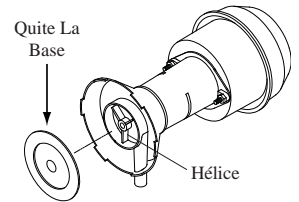

Fig. 7
- **Limpie la bomba.** Es necesario limpiar la bomba una vez al principio de cada año. Por su propia seguridad, apague la unidad y desconéctela de la electricidad. Quite el sujetador de plástico de la montura y quite la bomba, deslizándola hacia usted. Quite la base de la bomba (véase fig. 7). Limpie la bomba. Dé la vuelta a la hélice para verificar que se mueve libremente. Quite el pico de la bomba y vea si está obstruido. Después de limpiar, reinstale la base en la bomba. Presione firmemente para asegurarse de que es segura. Vuelva a colocar la bomba en la unidad y fíjela en su montura con el sujetador de plástico. Esto impedirá que se caiga la bomba al agua, lo que dañaría el motor. No se olvide de volver a conectar el tubo de agua a la bomba.